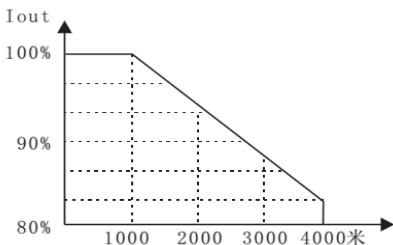

图 1-4
- 在海拔高度超过 1000 米的地区，由于空气稀薄，变频器的散热效果会变差，此时需降额使用。一般的，每升高 1000m 需降额 10% 左右。降额曲线参见图 1-4。